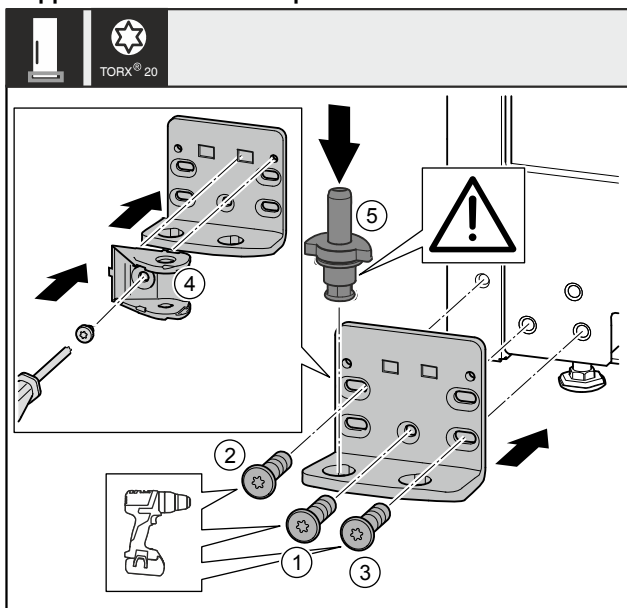

Fig. 36 *
- Lagerbok aan de andere zijde plaatsen en met behulp van een schroevendraaier er in schroeven. Met schroef Fig. 36 (1) onder in het midden beginnen.*
- Schroef Fig. 36 (2) en schroef Fig. 36 (3) vastschroeven.*
- Sluitdemperverbinding Fig. 36 (4) 180° draaien. Aan de andere zijde van het lagerbok met een schroevendraaier er in schroeven.*
- Lagerbouten Fig. 36 (5) volledig insteken. Let hierbij op dat het vergrendelingslipje naar achteren wijst.*